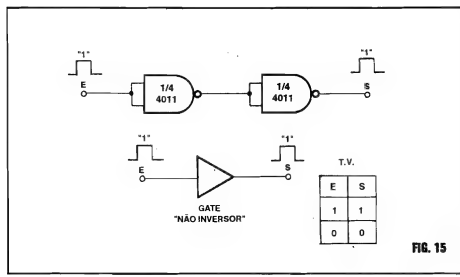

FIG. 15
- FIG. 15 - OUTROS "TRUQUES" COM GATES C.MOS... - Vocês se lembram que, na "Aula" anterior (20) foi dito e mostrado que o bloco digital lógico mais simples que existe é o chamado **gate NÃO INVERSOR**, cujo símbolo é aquele simples "triângulo", sem a "bolinha inversora" na ponta correspondente ao terminal de Saída... Também vimos que um *gate* desse tipo elementar, sempre mostra em sua Saída um estado ou nível digital **idêntico** ao aplicado à sua Entrada... Aparentemente (apenas "aparentemente"...) trata-se de um bloco que "não faz nada" (afinal, para que serve um negócio no qual *enfiar-se uma banana na Entrada, e obtém-se, na Saída, a mesma banana*...?). As coisas, porém vão mais além do que percebemos à primeira vista...! Explicando: um bloco